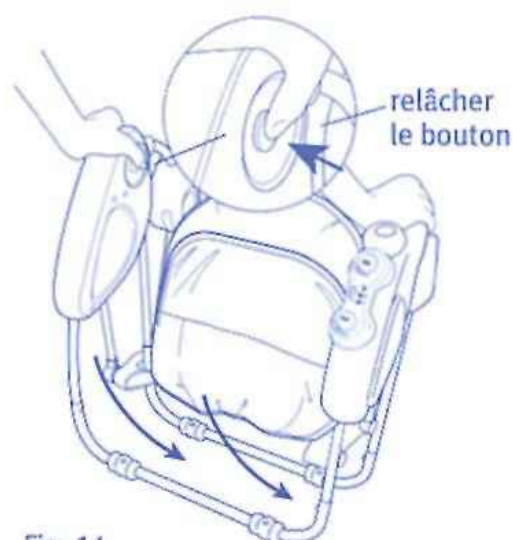

Fig. 14
(Fig. 14)
2. Appuyez sur les boutons de dégagement sur les côtés intérieurs du cadre (voir Fig. 14).